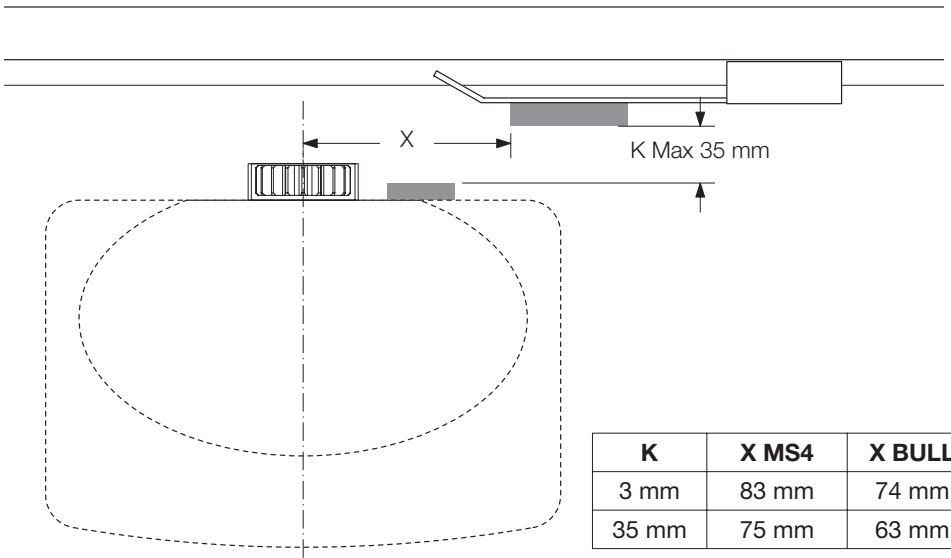

Fig.9
WICHTIG: Der richtige Abstand zwischen Magnet und Sensor ist von den Installationseigenschaften abhängig und kann nicht im Voraus festgelegt, sondern muss durch Versuche ermittelt werden, Orientierungsweise werden in der Tabelle in Abb. 9 einige Abstände für den Betrieb des Sensors (Maß X) aufgeführt, die sich auf Abstände (K) von 3 und 35 mm für die Modelle MS4 und BULL beziehen.